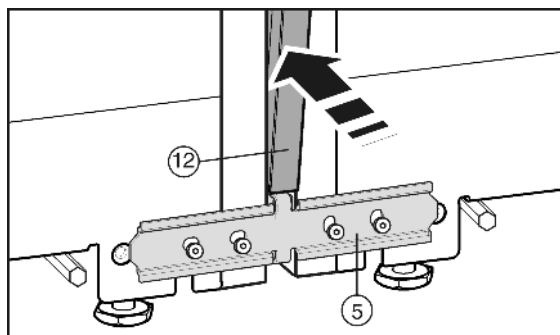

Fig. 9
Preden zaključno letev *Fig. 9 (12)* vstavite, stisnite po vsej dolžini oba njena robova skupaj. Tako boste lažje vstavili letev v režo. Da med pritiskanjem na površini zaključne letve ne bi prišlo do vdrtin, si pomagajte z mehko krpo. Letev potisnite skrbno in naravnost v režo, tako da bo spoj optimalen.
- ▶ Na sprednji strani potisnite dolgo zaključno letev *Fig. 9 (12)* v navpično režo: Pazite pri tem, da bo letev stala na povezovalni plošči *Fig. 9 (5)*.